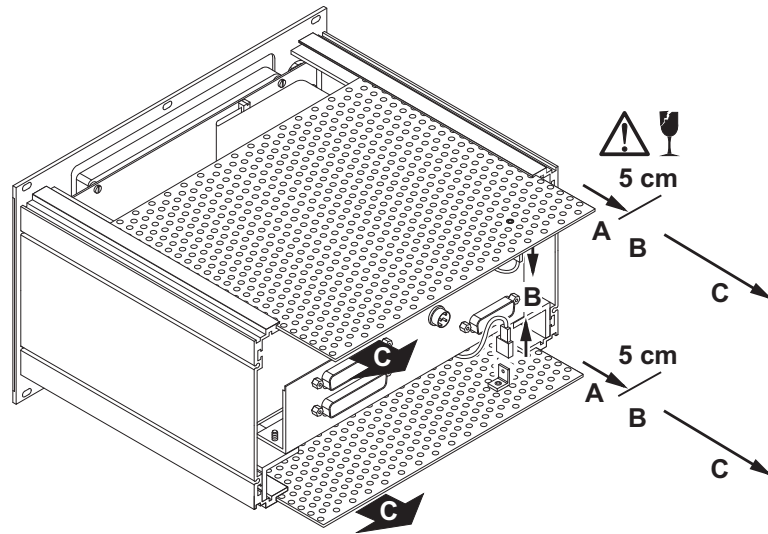

Bild 4-3: Lösen der Masseverbindungen und Entfernen der Lochbleche
5. Ziehen Sie vorsichtig das obere und untere Lochblech **ca. 5 cm** heraus (A) und ziehen Sie vorsichtig die Massekabel ab (B). Achten Sie darauf, die Steckverbindung und das Kabel nicht zu beschädigen! Ziehen Sie die Lochbleche ganz heraus (C) und legen Sie sie zur Seite. (Bild 4-3).